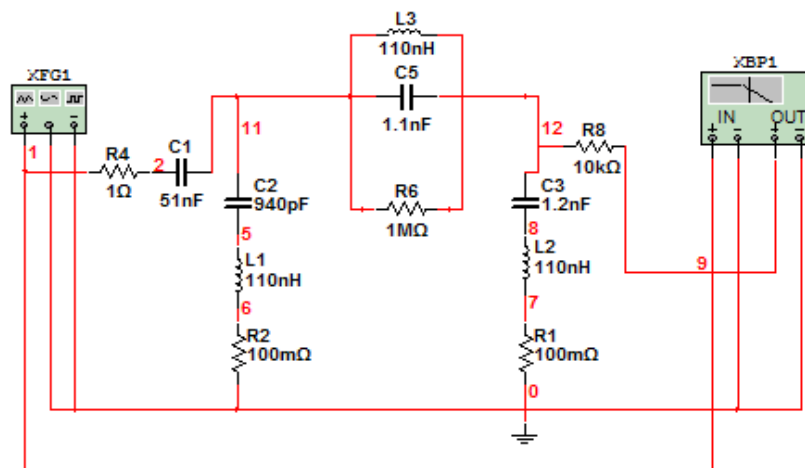
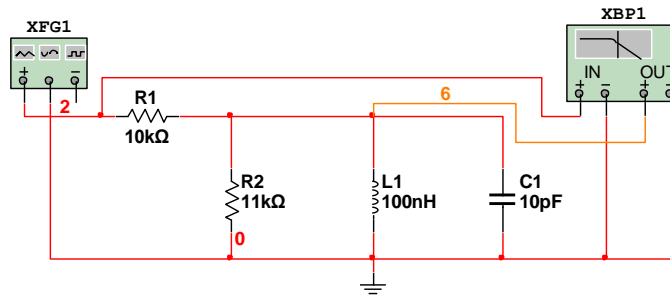

Рис. 5 Схема трехконтурного режекторного фильтра
Рис. 6 Схема полосового фильтра
4. Выяснить как влияет изменение величин резисторов R6 (схема на рис. 5) и R1 (схема на рис. 6) на АЧХ фильтров.